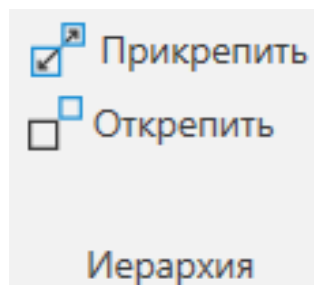

Рисунок 14 – Прикрепить заготовку
1. Выберите заготовку > Нажмите на **Прикрепить** (рис.14).